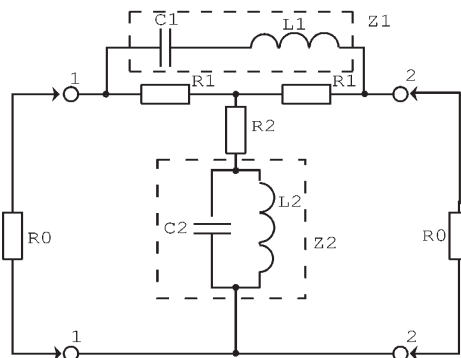

рис. 3
Из физического смысла построения эквалайзера (рис.3) с учетом этого равенства ясно, что последовательный колебательный контур L1C1 и параллельный колебательный контур L2C2 настроены на верхнюю рабочую частоту ω_v и являются дуальными по отношению друг к другу. На верхней частоте ω_v эквалайзер эквивалентен двухпроводной линии передачи, а на нулевой частоте ($\omega=0$) – согласованному Т-образному аттенуатору.
7. Рассчитывают номинальные значения реактивных элементов (рис.3):